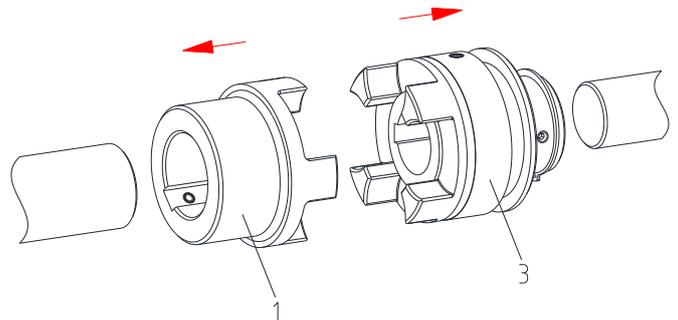

Bild 6: Montage der Nabe und der SD-Nabe
- Montieren Sie die Nabe (Bauteil 1) auf die Welle der Abtriebsseite und der SD-Nabe (Bauteil 3) auf die Welle der Antriebsseite (siehe Bild 6).